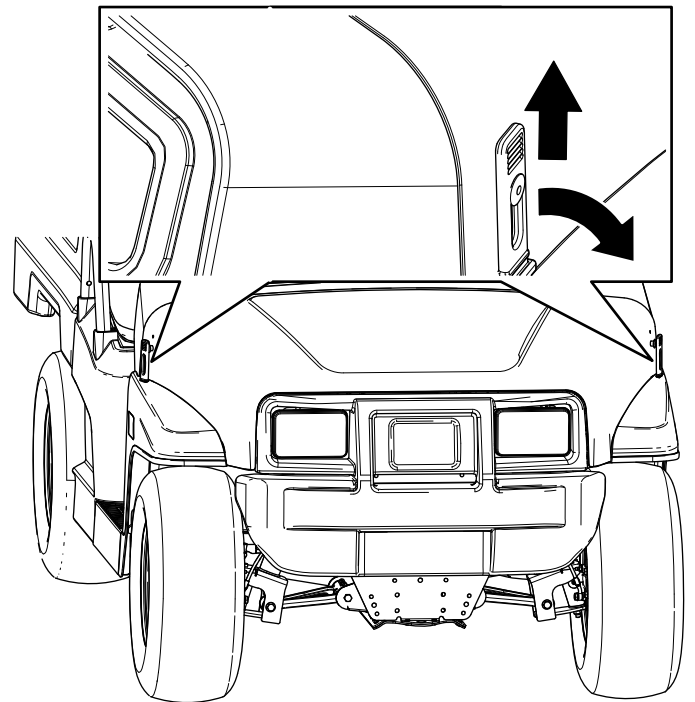

Figura 28
1. Sollevate l'impugnatura dei fermi in gomma su ciascun lato del cofano (Figura 28).
2. Fissate il cofano allineando i fermi in gomma sugli ancoraggi dei fermi su ciascun lato del cofano (Figura 28).